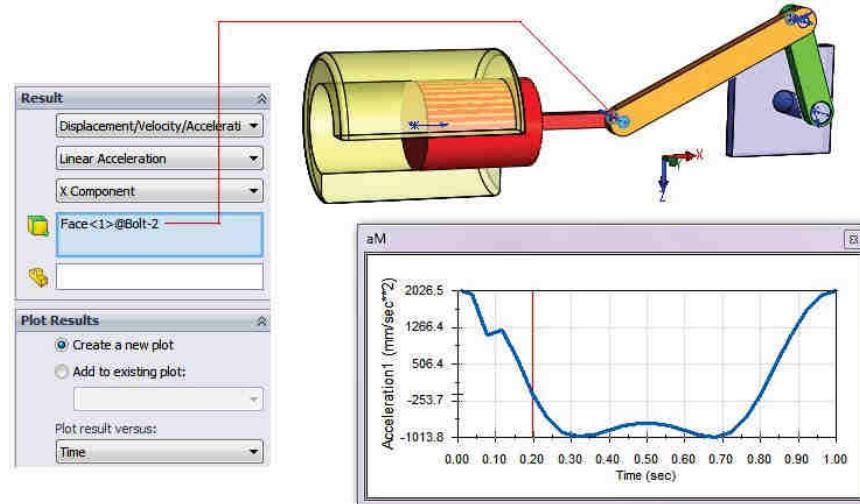

Fig. 17.43
- Click **Results and Plots** pentru a afișa variația curbei accelerării  $a_M$  ca funcție de timp, fig. 17.43.
- Click **Results and Plots** to view the acceleration curve  $a_M$  as a function of time, fig. 17.43.
Din fig. 17.43 se observă că accelerația se încadrează între limitele maximă/minimă: 2026.5 mm/s2 și -1013.8 mm/s2.
Fig. 17.43 shows the maximal/minimal acceleration values: 2026.5 mm/sec2 and -1013.8 mm/sec2.